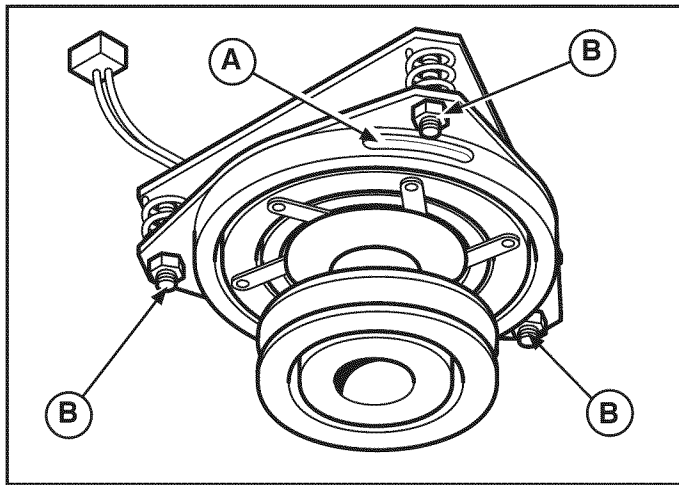

Figura 22
2. Note la posición de las 3 ventanas de ajuste (**A**, Figura 22) en el lado del plato de freno y las tuercas de ajuste de nilón (**B**).
4. Apriete alternadamente las tuercas de ajuste (**B**, Figura 22) hasta que la cara del rotor y cara de la armadura apenas hagan contacto con el calibrador.